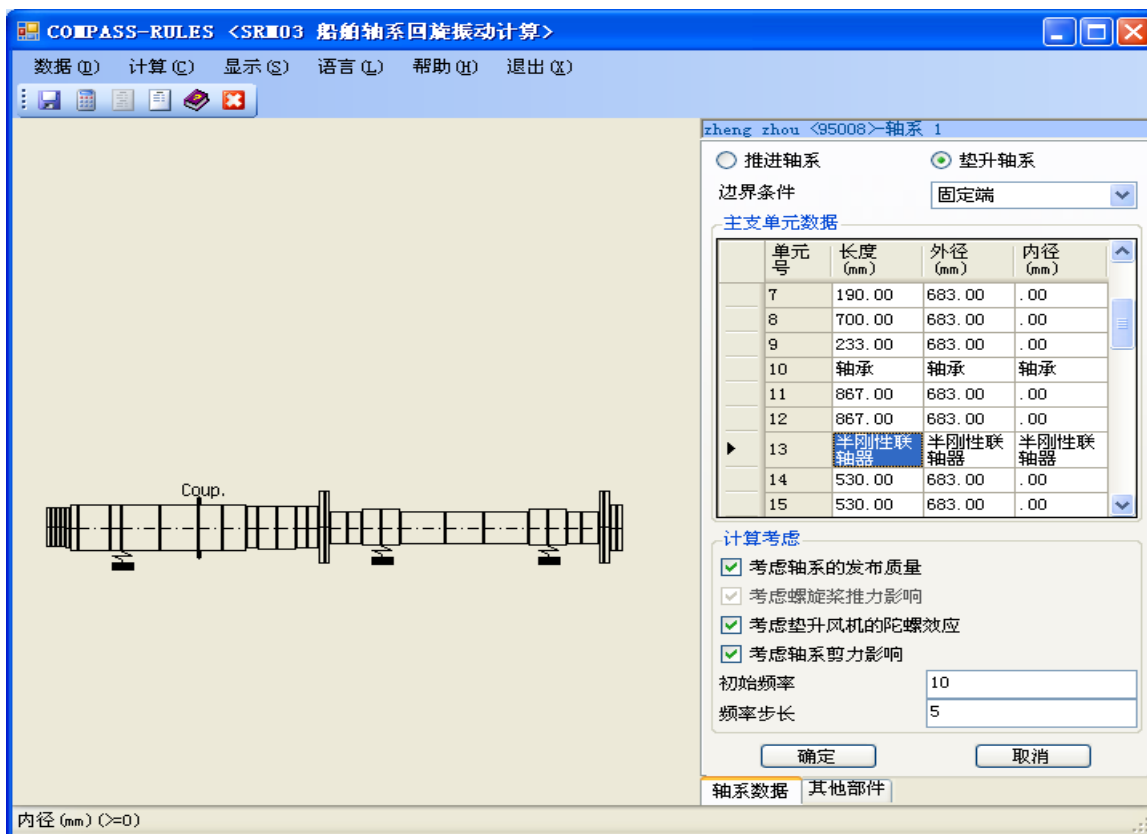
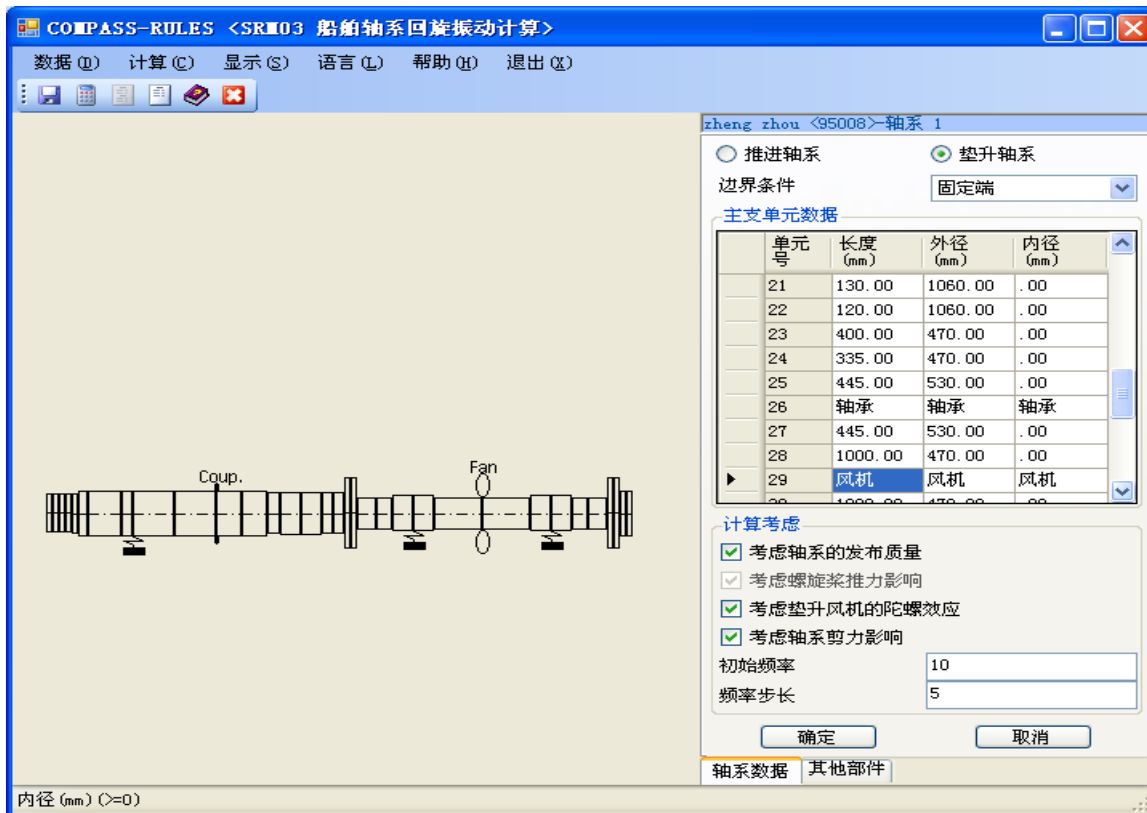

图 4.10 把第 13 单元设为半刚性联轴器部件后的轴系布置图
图 4.11 把第 29 单元设为风机部件后的轴系布置图
- (6) 当在轴系布置图复制当前单元至最后，删除单元和设置部件（设为轴承所处单元、设为风机所处单元、设为半刚性联轴器及其修改部件的参数）时，数据区的数据也跟着变化。相应的，在数据区中添加单元，删除单元、复制单元、编辑单元和设置单元为部件（显然，满足一定的条件才能够进行相应的操作）时，轴系布置图也跟着改变。如图 4.10 和图 4.11 分别是把第 13 单元设为半刚性联轴器部件和把第 29 单元设为风机部件后的图形。